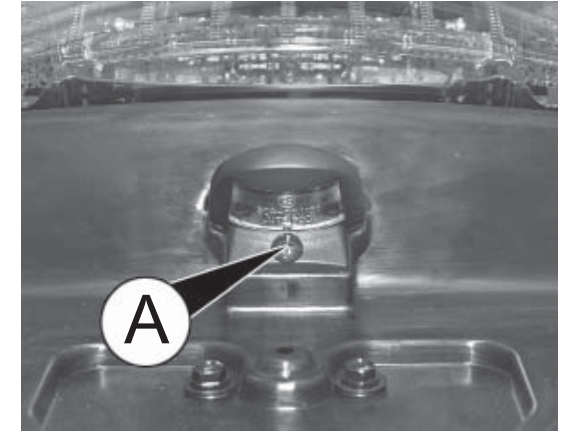

fig. 5
- svitare la vite A fig. 5;
- riposizionare la copertura in plastica avvitando la vite di fissaggio A fig. 5.